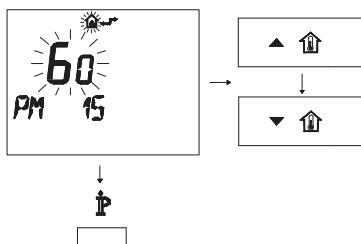

Рисунок 5.26
- Изменяйте заданное значение посредством кнопки  или  до появления заданного значения 60, подождите, пока заданная цифра не начнет мигать (Рисунок 5.26).